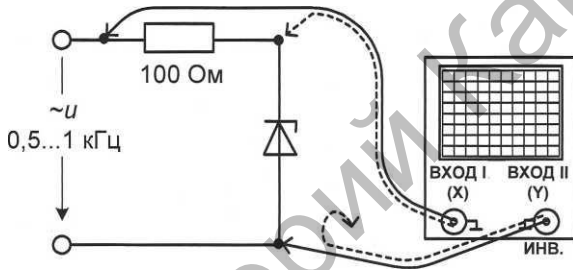
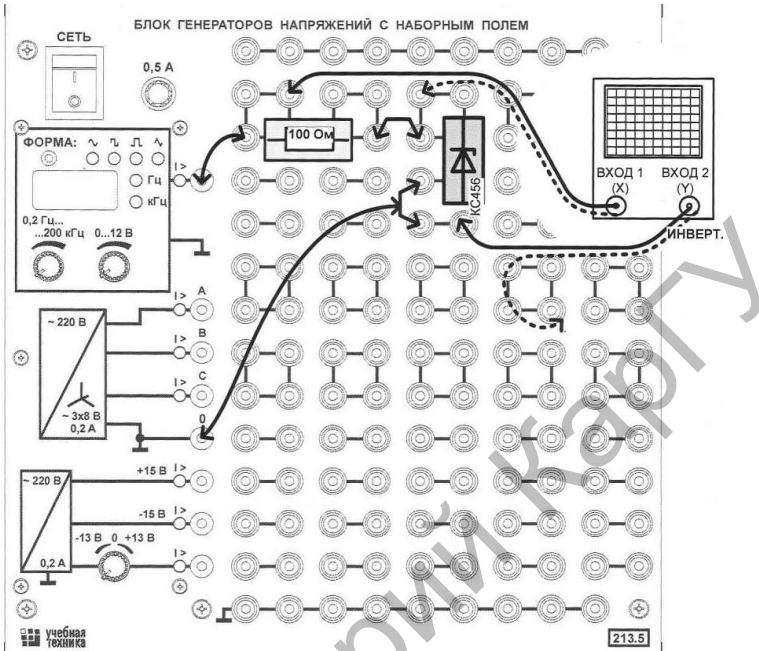

Рис. 5.13
Рис. 5.14
- Соберите цепь согласно электрической схеме (рис. 5.13) или монтажной (рис. 5.14). Подайте на вход синусоидальное напряжение от генератора напряжения специальной формы частотой 0,5... 1 кГц максимальной амплитуды.